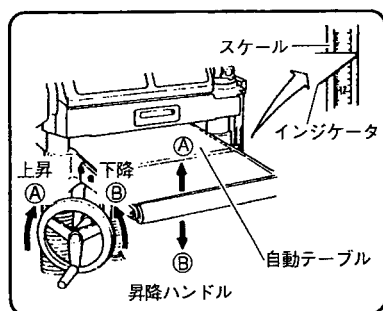

図 5
- (1) インジケータが示すスケールの目盛の寸法が仕上がり寸法となります。
- (2) 昇降ハンドルをまわし、希望の仕上がり寸法になるよう自動テーブルを昇降させてください。(図5)